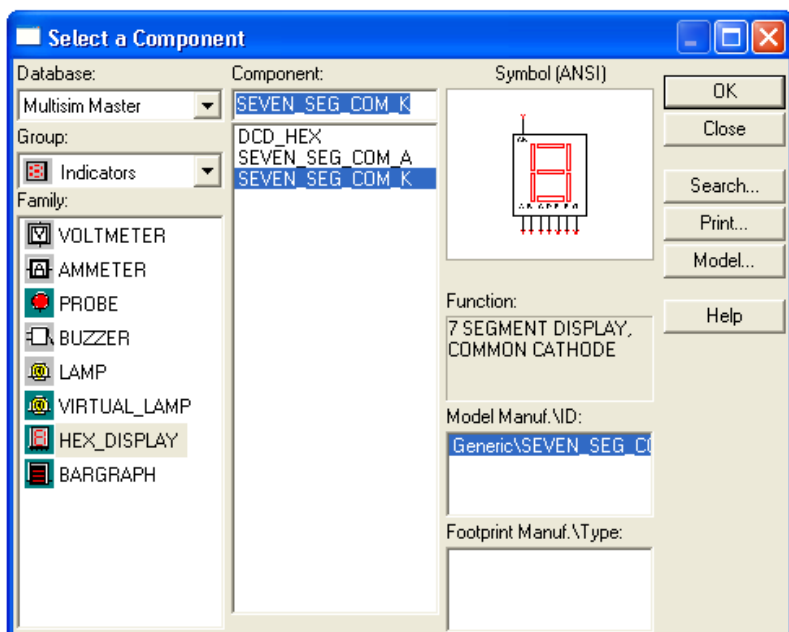

Рис. 72. Диалоговое окно *Select a Component*
2. Для того чтобы поместить индикаторы на схему, надо на панели инструментов (расположенной вертикально слева в окне схемы) выбрать клавишу «индикаторы» . Появится диалоговое окно *Select a Component* (рис. 72). В этом диалоговом окне выбрать строку *HEX\_DISPLAY* (окно *Family*).